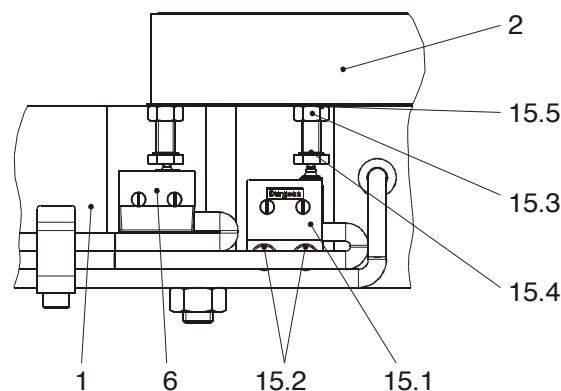

Fig. 10
Monitoreo de desgaste (15) Fig. 10 (opción en función de tipo)
Se requiere solamente un microinterruptor para el monitoreo de desgaste (15) para cada freno ROBA®-twinstop®, que se monta en el freno, ver Fig. 10.
Ajuste e inspección del funcionamiento de los micros de contacto (15.1) en fábrica, ver Fig. 10